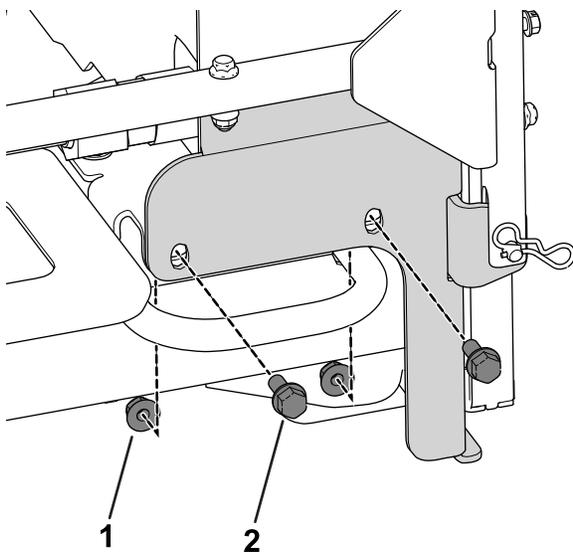

Figura 7
A. Retire as fixações existentes de ambos os lados da estrutura do radiador perto da calha da estrutura da máquina (Figura 7).